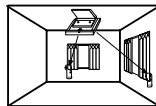

Figura 4
- **Montaggio a soffitto** - per un risultato ottimale il sensore VITRON deve essere installato al centro del locale e orientato verso le finestre da proteggere, utilizzando la staffa fornita con il prodotto, vedi Figura 4.